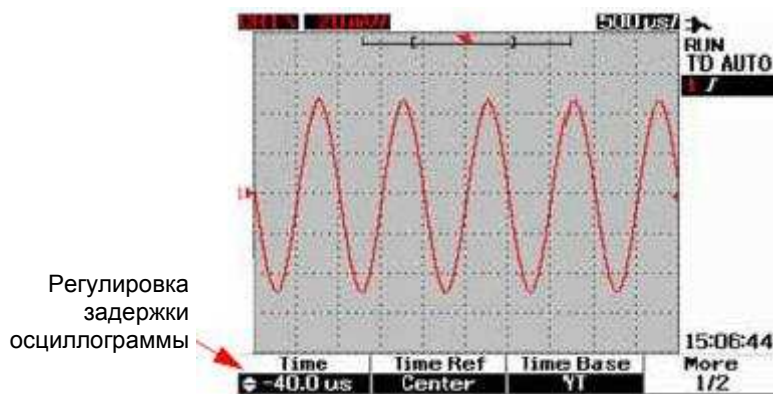

Рис. 3-13 Изменение задержки осциллограммы
4. Обратите внимание на то, что при вращении поворотного переключателя изменяется показание времени задержки под заголовком Time (см. рис. 3-13).